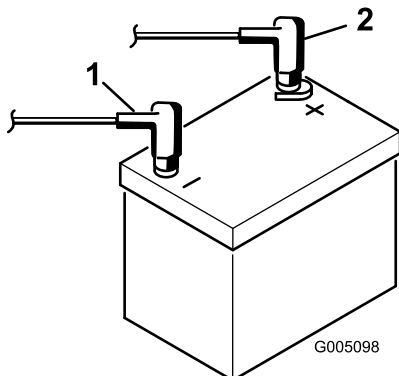

Figura 6
2. Ligue o cabo positivo da bateria (vermelho) que parte do solenóide de arranque ao pólo positivo (+) da bateria (Figura 6). Fixe-a com uma chave de porcas e cubra o terminal com vaselina. Certifique-se de que o cabo deixará espaço para o banco, na posição mais para trás, o que poderá causar desgaste ou danificar o cabo.